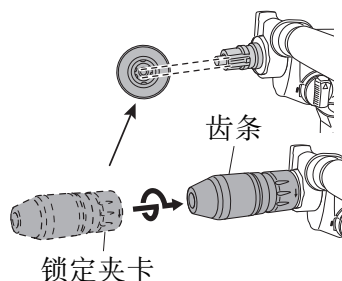

图 15
(1) 使锁定夹卡与齿条吻合。
(2) 推入锁定夹卡，并按照锁定夹卡上显示的方向进行旋转。
(3) 试着拉出锁定夹卡，确认已安装牢固(图 15)。